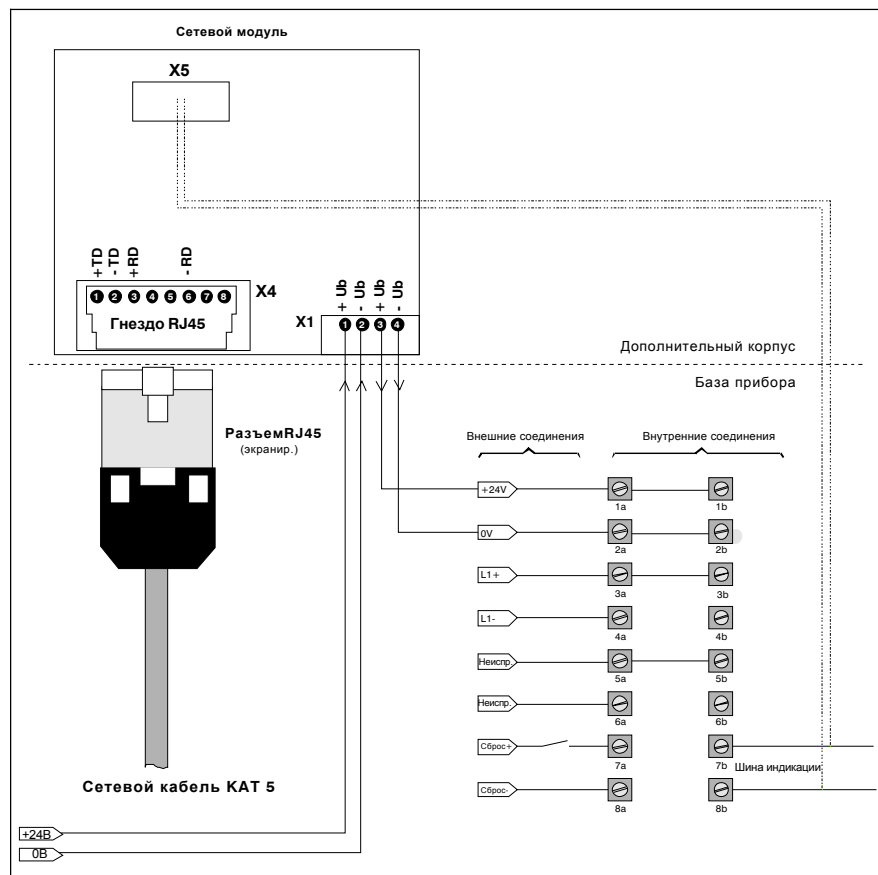

Рис. 5.22: Подключение сетевой платы
- 3 Сетевой модуль подключается согласно рис. 5.22. Вставьте разъем сетевого кабеля в гнездо RJ45.
Сетевой модуль обеспечивает работу TITANUS MICRO·SENS® в компьютерной сети. На рис. 5.22 показана схема соединений для этого.
- ➌ Подключите кабель на клеммы согласно рис. 5.22.